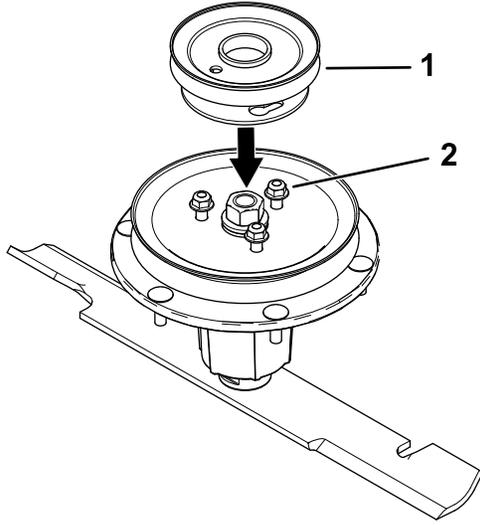

Figura 10
7. Alinee el nuevo conjunto de polea de modo que las aperturas se ajusten sobre las tuercas (Figura 10).